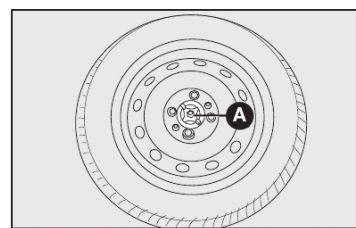

fig. 21
- Fixar a roda com o dispositivo de bloqueio A-fig. 21.